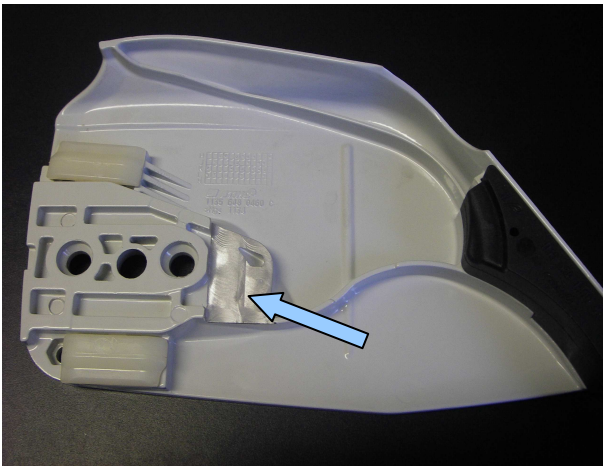

Bild 1a
Die EDER Rundbürste ERB1 darf in dieser Ausführung nur im land- und forstwirtschaftlichen Bereich von eingewiesenen Personen, die min. 18 Jahre alt sind, eingesetzt werden. Für Schulungszwecke unter Aufsicht mindestens 16 Jahre. Die einschlägigen Unfallverhütungsvorschriften sind zu beachten. Setzen Sie die EDER Rundbürste EBR1 bei laufendem Sägenmotor nur mit Betriebsdrehzahl auf die Stamm- / Stahloberfläche auf und führen Sie die EDER Rundbürste ERB 1 zügig und ohne Druck über den Stamm, vor und zurück. Die maximal zulässige Drehzahl der Rundbürste (03) von 12000 U/min darf nicht überschritten werden. Beachten Sie dazu bitte die entsprechenden Hinweise in der Betriebsanleitung Ihres Sägenherstellers. Bei Erstmontage an manchen Motorsägen, muss am Kettenraddeckel innen etwas ausgeschliffen werden (Bild 1a u. 1b), da es zu Berührungen zwischen Kupplungstrommel (06) und Kettenraddeckel kommen kann.